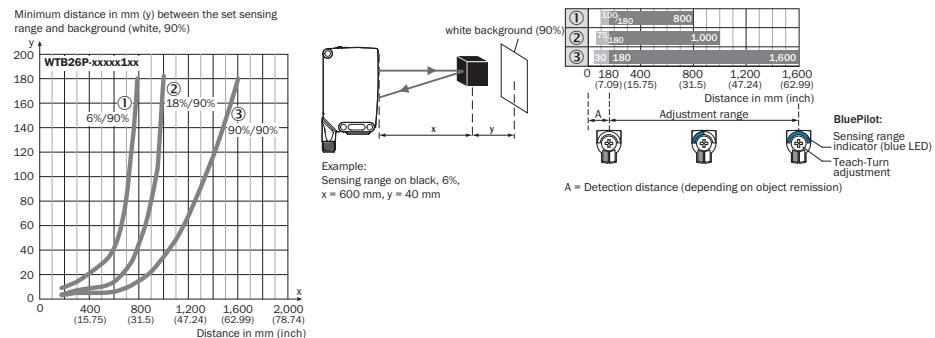

Рисунок 91: Характеристика 1, WTB26P-xxxxx1xx, красный свет
диффузного отражения: 6 % = чёрный ①, 18 % = серый ②, 90 % = белый ③ (относительно стандартного белого по DIN 5033). Мы рекомендуем выполнять настройку с объектом, имеющим низкий коэффициент диффузного отражения. Минимальную дистанцию (= у) для подавления заднего фона можно определить по диаграмме [рисунок 91 ①] следующим образом: Пример: $x = 600$ мм, $y = 40$ мм. То есть, фон (белый, 90%) затемняется при расстоянии > 40 мм от датчика.